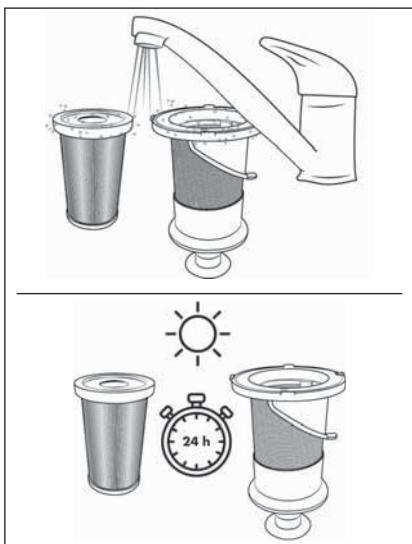

Afb. 24
- Haal het EPA-filter 5 uit het RVS-filter 6 door in de opening van het EPA-filter 5 te grijpen en het uit het RVS-filter 6 te trekken (zie afb. 24).